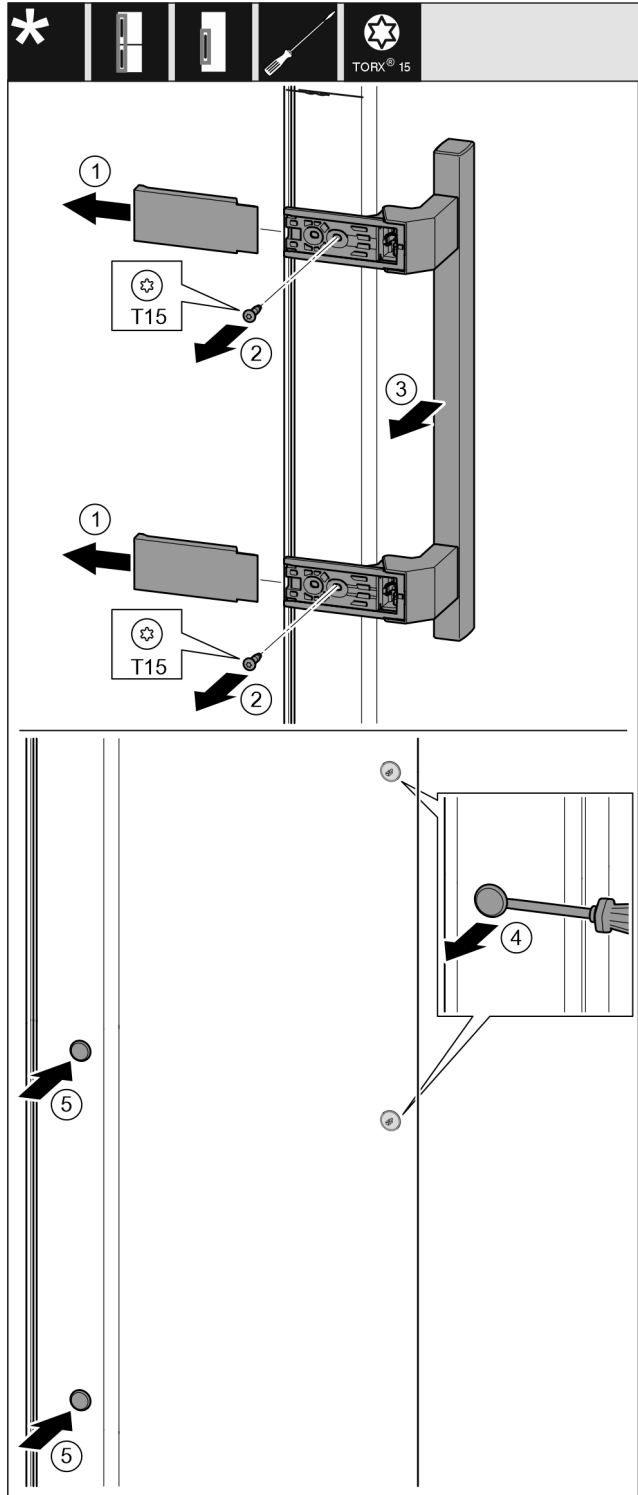

Fig. 17
- Abdeckung abziehen. Fig. 17 (1)
- Schrauben mit Schraubendreher T15 herausdrehen. Fig. 17 (2)
- Griff abnehmen. Fig. 17 (3)
- Seitlichen Stopfen vorsichtig mit einem Schlitzschraubendreher anheben und herausziehen. Fig. 17 (4)
- Stopfen auf der anderen Seite wieder einsetzen. Fig. 17 (5)